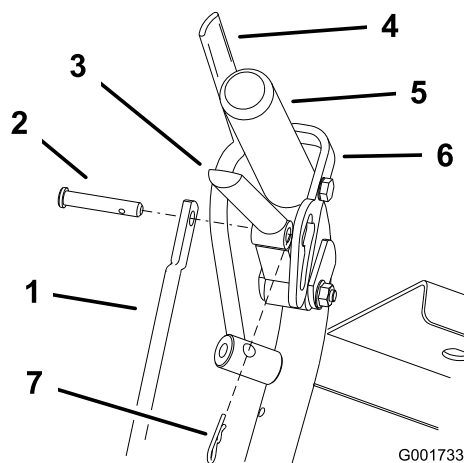

Figura 38
1. Ajuste la longitud de la varilla de control soltando la palanca de avance y retire el pasador de horquilla y el pasador. Gire la varilla en el acoplamiento (Figura 38).
4. Coloque el pasador en la palanca de avance (Figura 38).
6. Instale el pasador de horquilla entre las palancas de avance y los cierres de bloqueo de punto muerto e introdúzcalo en el pasador (Figura 38).